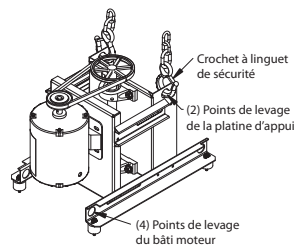

Figure 3 — Oreilles de levage sur le bâti
4. Utiliser les oreilles de levage sur le bâti du moteur pour soulever et poser l'appareil sur la costière. Voir la Figure 3.